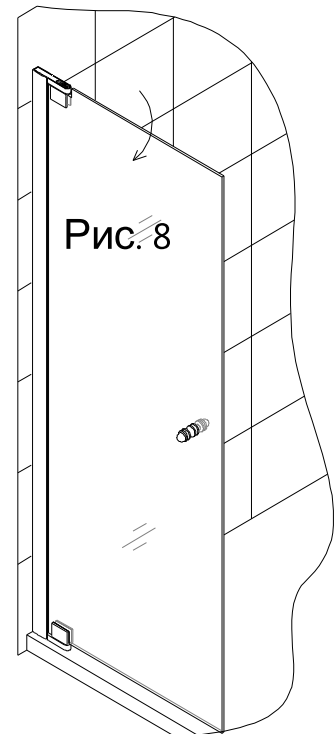

Рис. 8
8. Откройте **Стеклянную дверь (03)**. Рис. 8